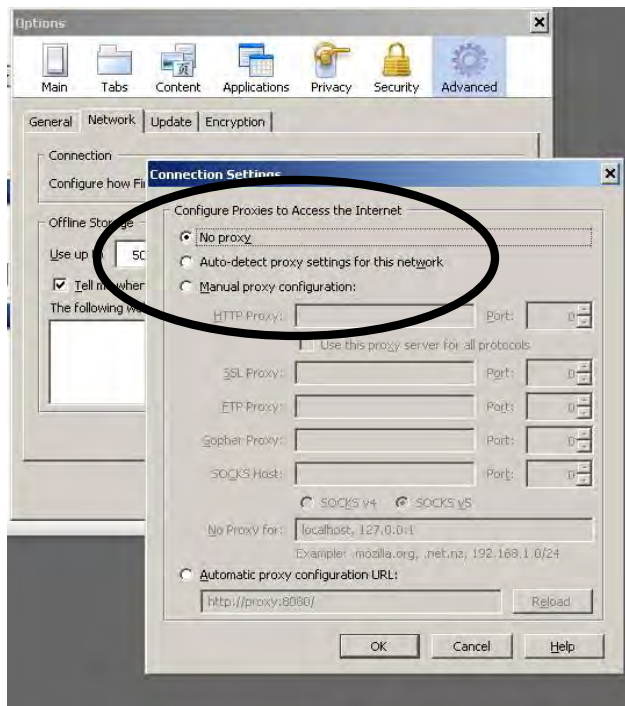

图 38：关闭代理设置 (仅限 Firefox)
2. 仅使用 Firefox：要在 ProMix 2KS/3KS 网络中用 Firefox 操作，则必须关闭您浏览器中的代理设置。在您的 Firefox 浏览器中，转到工具 > 选项 > 高级 > 网络选项卡 > 连接设置。点击 “无代理”。见图 38。